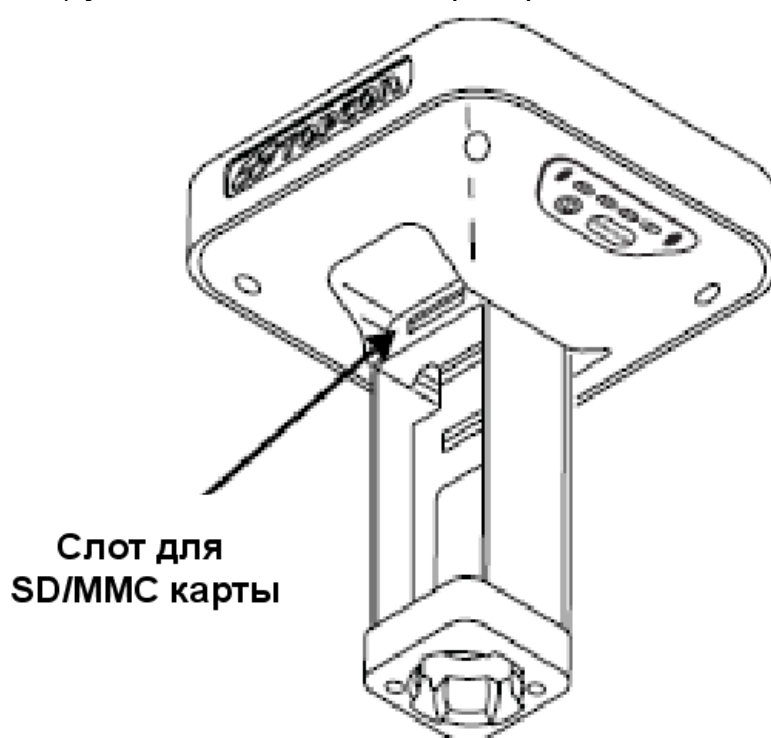

Рисунок 1-9. Слот карты памяти приемника GR-5
**Слот для SD/MMC карт** расположен слева от MINTER, внутри выемки для батареи (см. рис. 1-9) и позволяет подключить карту к плате приемника для обеспечения дополнительной памяти. Установленная SD/MMC карта обычно остается внутри приемника. Информация, находящаяся на такой карте, доступна через USB или последовательный порт, а также по каналу беспроводной связи Bluetooth. Карта памяти может быть приобретена в вашем местном магазине компьютерных товаров.